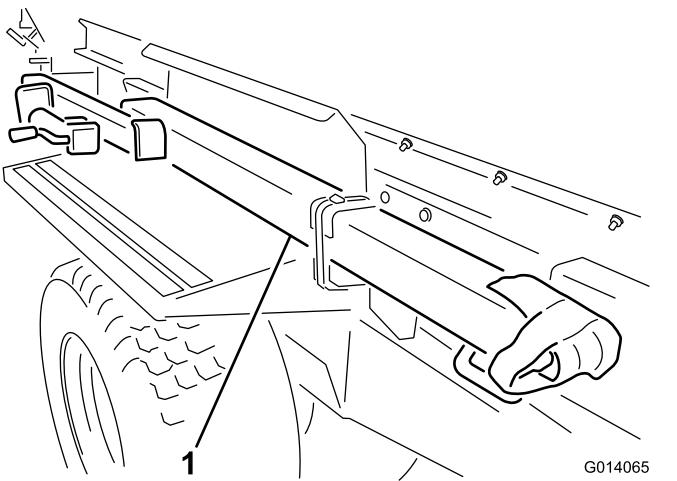

Figure 3
3. Dégarez la barre d'attelage de la position d'expédition en coupant les deux sangles qui la retiennent sur l'aile (Figure 3). Déposez les deux supports de montage situés sur l'aile et mettez-les au rebut.